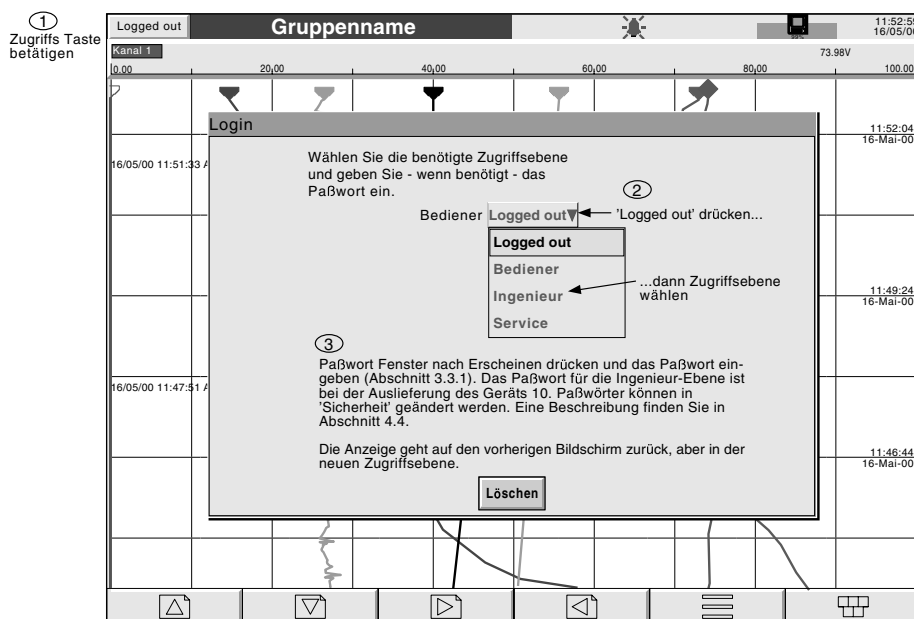

Abbildung 3.3.1a Zugriff auf die Konfiguration
- 1 Betätigen Sie nach der Initialisierung die Zugriff Taste in der linken oberen Ecke (Abbildung 3.3.1a).